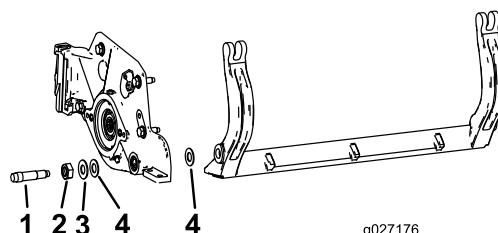

图31
注意: 取下底刀架 (图31) 两端的 2 个尼龙垫圈和 1 个冲压钢垫圈。
注意: 将尼龙垫圈放在侧板凸起的一侧。在两个尼龙垫圈的外侧各放一个钢垫圈 (图31)。
- 注意：** 内侧的垫圈可能有空隙（图31）。